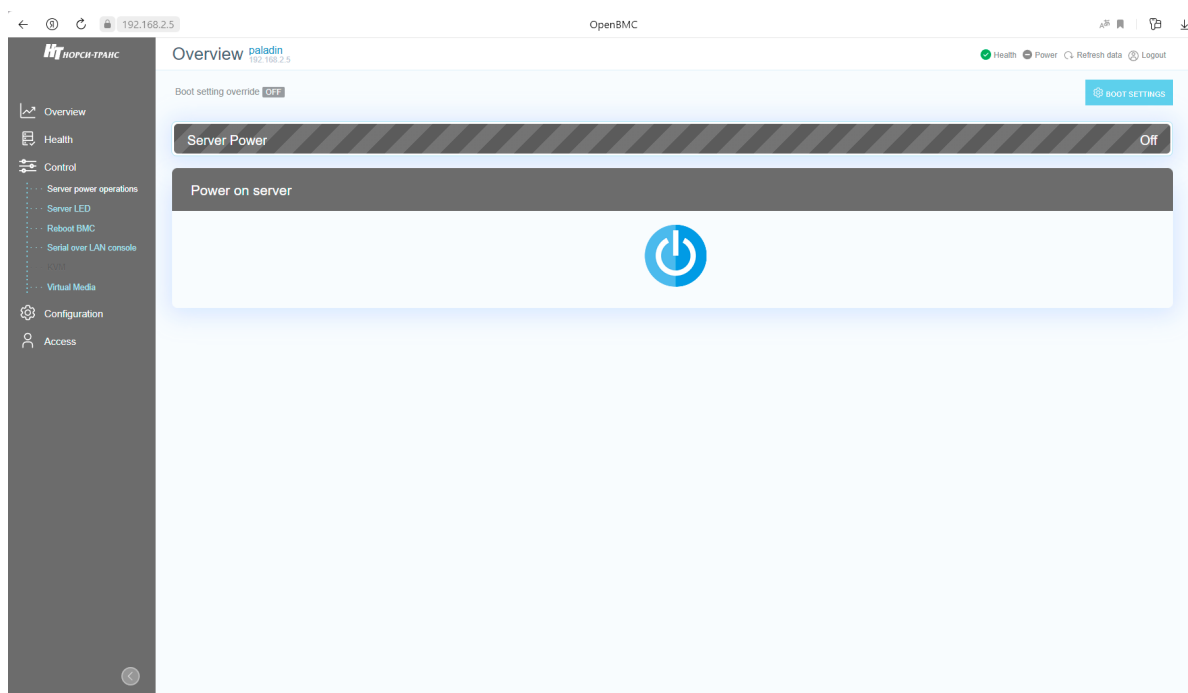

Рис. 72. Окно «Server power operations»
- 2) Пройдите во вкладку «Control» → «Server power operations» в данной вкладке осуществляется управление сервером. В поле «Server Power» показано состояние сервера «On» или «Off». В поле «Power on server» при нажатии на кнопку осуществляется включение и выключение сервера. Окно показано на рис. 72 Окно «Server power operations»